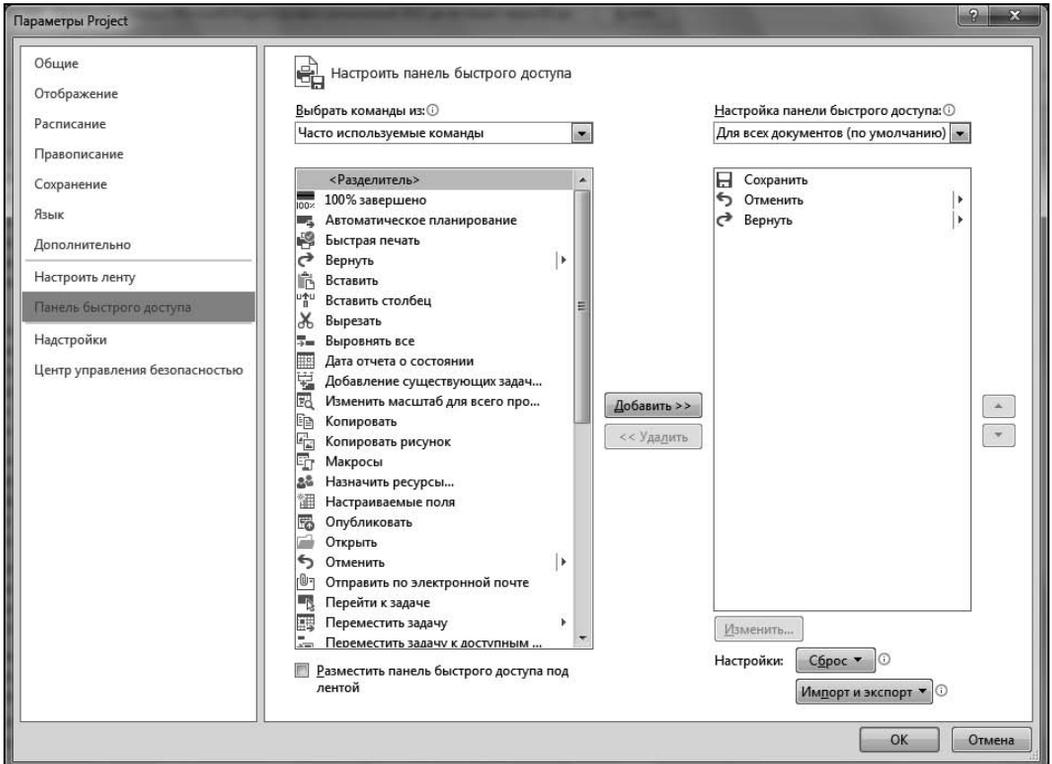

Рис. 3.2. Окно управления панелью быстрого доступа
Состав кнопок панели быстрого доступа не зависит от выбранного представления данных о графике. Перечень кнопок такого меню может управляться пользователем с помощью команды **Файл | Параметры | Панель быстрого доступа** (рис. 3.2).
Интерфейс показанного на рис. 3.2 меню позволяет сформировать на панели быстрого доступа любой состав кнопок, удобный пользователю. Для этого описания выбранных кнопок следует перенести из левого списка в правый с помощью расположенных между ними кнопок. Интерфейс этого меню интуитивно понятен и дополнительных комментариев не требует.
- ◆ **Настройка панели быстрого доступа** (при этом открывается показанное на рис. 3.2 окно);